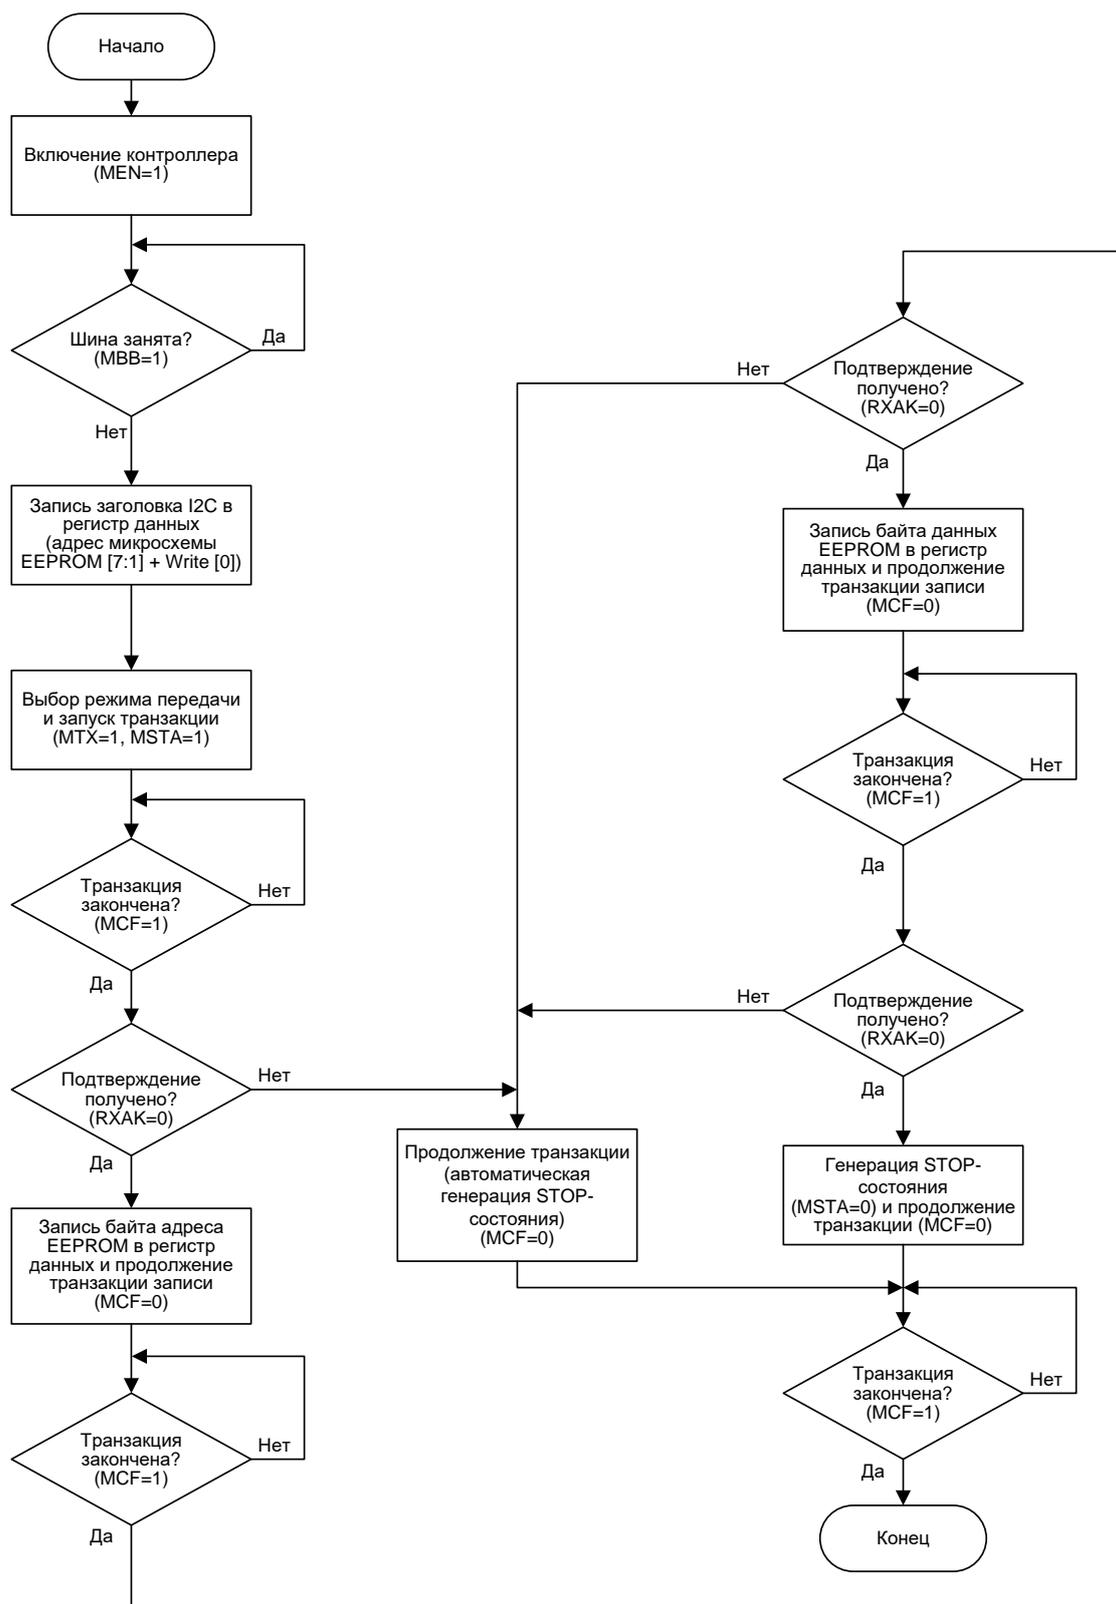

Рис. 2 - 4 - Алгоритм работы контроллера I2C (пример записи 1 байта данных в EEPROM Atmel AT24C02)
Работа контроллера I2C проиллюстрирована на примере записи 1 байта данных (Рис. 2 - 4).
Для сброса настроек BIOS Setup (Табл. 3 - 1) необходимо установить джампер XP3 (см.Рис. 2 - 1), включить изделие, дождаться появления информации BIOS на экране, выключить изделие и снять джампер XP3.
3. Разъемы Com Express изделия (см. Рис. 2 - 2) вставить в соответствующие разъемы платы-носителя. Закрепить модуль на плате-носителе с помощью крепежных винтов и шайб из комплекта монтажных частей (поставляется заказчику с модулем, см. подраздел 1.3.1).